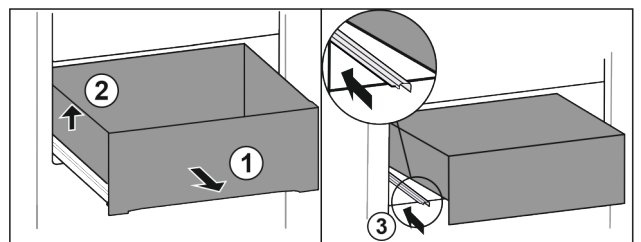

Fig. 113
- ▶ Schubfach bis zum Anschlag herausziehen. Fig. 113 (1)
- ▶ Schubfach links anheben. Fig. 113 (2)
- ▶ Linke Schiene einschieben. Fig. 113 (3)